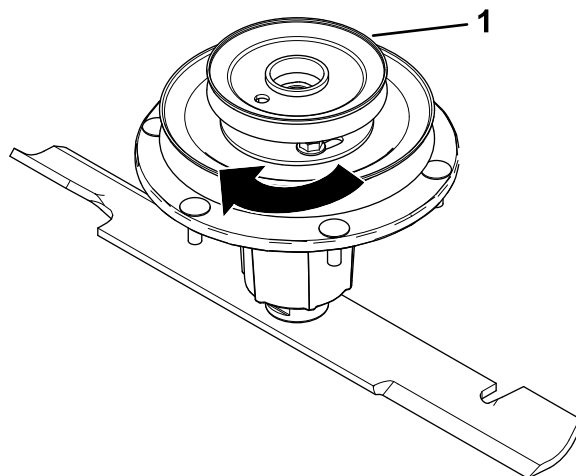

Figure 6
7. Tournez la poulie pour la bloquer en position (Figure 6).